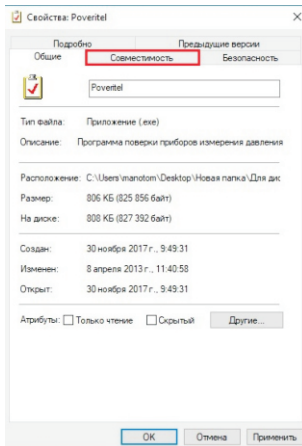

Рисунок 1.4 – Окно свойств программы «Поверитель»
2.1.7.4 После нажатия на кнопку «Свойства» появится окно «Свойства: Poveritel» (рисунок 1.4).
2.1.8.5 После нажатия на кнопку «Свойства» появится окно «Свойства: Poveritel» (рисунок 1.4).